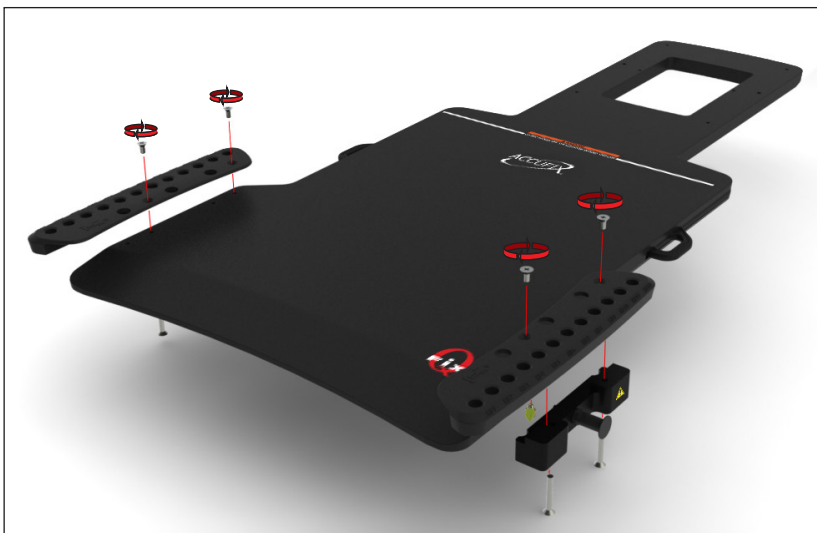

Fig. 3
3. Installer håndgrepmatrisene på enheten i 2 av hullene med mellomrom på 140 mm (5,5 tommer) ved hjelp av 2 (hver) ¼-20 x ½" skruer. (Fig. 3)